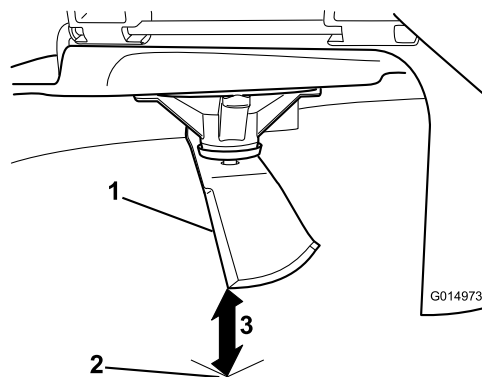

Figure 54
3. Mesurez la distance entre la pointe de la lame et la surface plane (Figure 54).